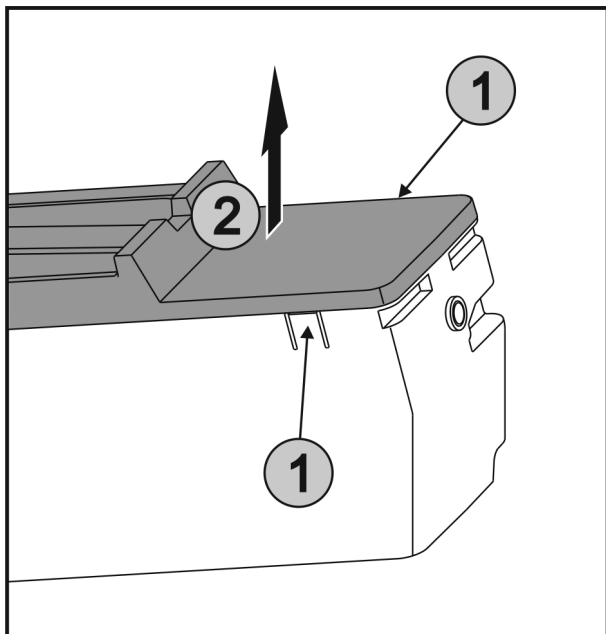

Fig. 38
- ▶ Súčasne stlačte spony Fig. 38 (1) na oboch stranách EasyTwist-Ice a odoberte kryt Fig. 38 (2) nahor.